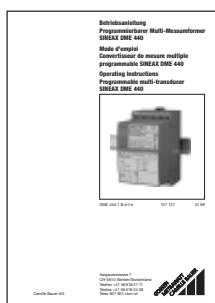

Bild 2
- Betriebsanleitung** (Bild 2), dreisprachig: Deutsch, Französisch, Englisch